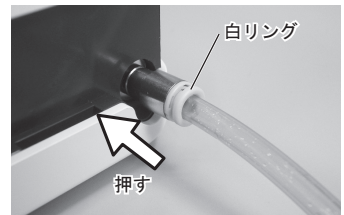

図7
- ・注水コネクタから注水チューブを取り外すときは、白リングをコントロールユニット側へ押しながら注水チューブを引き抜いてください。(図7)